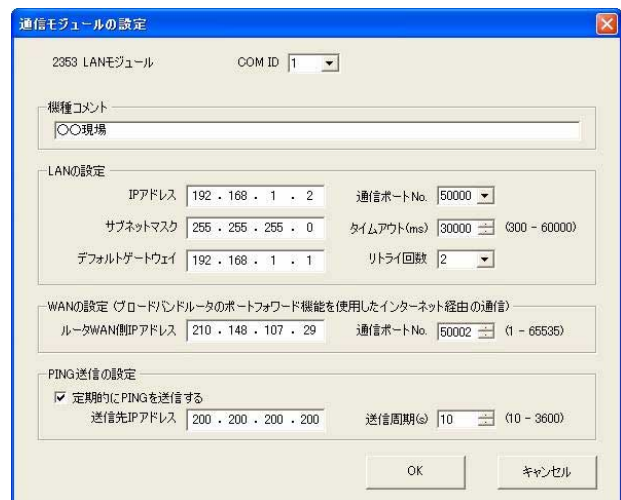

図 15. 通信モジュールの設定
- (3) 2353LANモジュールのアイコンを「パソコン」アイコン上にドラック・アンド・ドロップする(もしくは「編集」～「追加」～「2353LANモジュール」を選択すると、図15のように「通信モジュールの設定」ウィンドウが開きます。